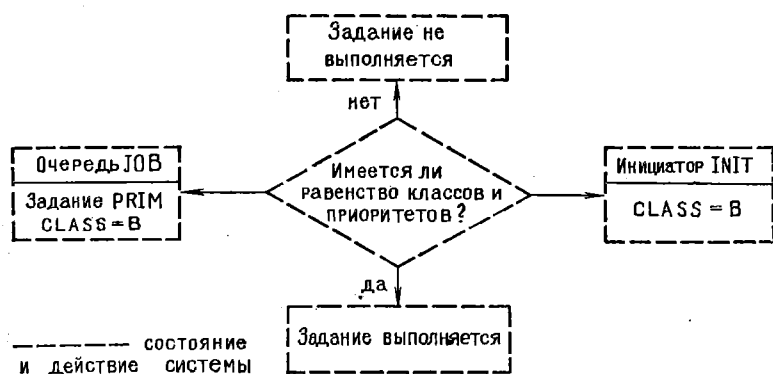

Рис. 8.3.
8.2.3. Управляющее воздействие команд на задания, выбранные для выполнения инициатором INIT. Инициатор выбирает задание для выполнения из JOB, если имеется равенство класса инициатора и класса очереди (рис. 8.3). Команда MODIFY разрешает изменять параметры во время выполнения задания. Команды STOP и CANCEL позволяют остановить выполнение задания.